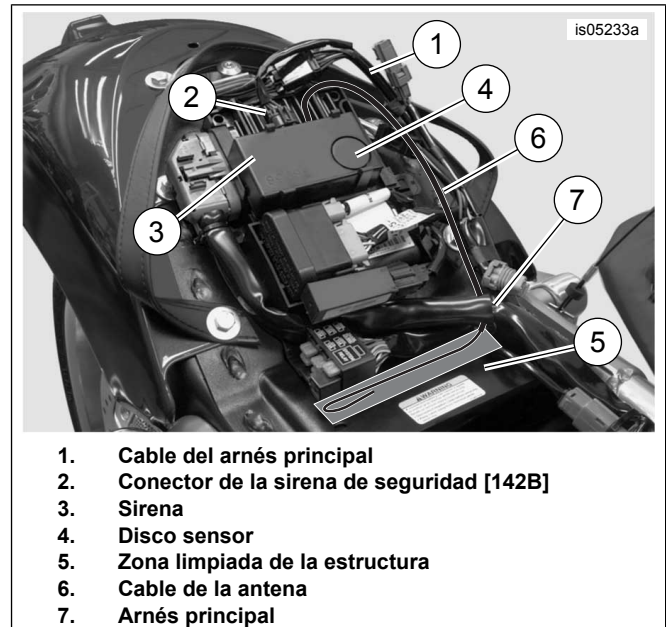

Figura 10. Asegure la caja de la sirena (modelos VRSCA, VRSCD, VRSCF de 2007-2017)
4. Vea la Figura 10. Ubique el conector de la sirena de seguridad de tres cables [142B] (2), atado de nuevo al cable del arnés (1) que viaja junto a la caja de montaje del TSSM. Corte la cinta para liberar el conector y los cables.
6. Con el disco sensor (4) hacia fuera, sujete la sirena a la caja de montaje del TSSM como se muestra.